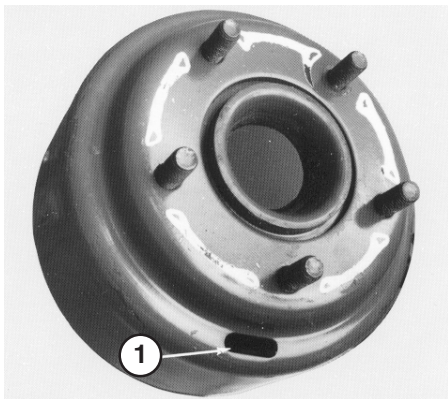

**Bild 69**
1. Lockern Sie zum Reduzieren des Spiels der Pedale zum Richtungswechsel (Anziehen der Bremsen) die vordere Mutter am Gewindeende des Bremszugs (Bild 69). Ziehen Sie dann die hintere Mutter fest, um den Zug nach hinten zu bewegen, bis die Pedale ein Spiel zwischen 13 und 25 mm aufweisen. Ziehen Sie die vordere Mutter fest, wenn die Bremsen einwandfrei eingestellt sind.